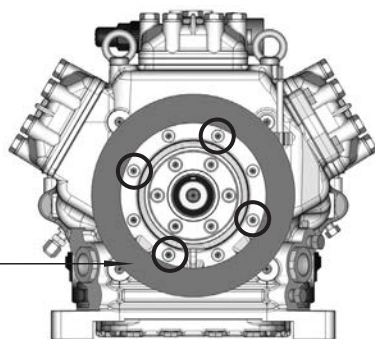

Fig. 8
- Spingere la bobina in sede e fissarla con le quattro viti a testa cilindrica M8 (fig. 8). Coppia di serraggio delle viti = 37 Nm.